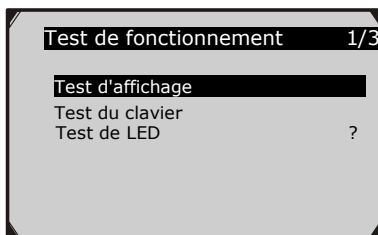

Figure 3.9
- 2) Sélectionnez **Test d'affichage** du menu **Test de fonctionnement** et appuyez sur le bouton **OK** pour démarrer le test. (Figure 3.9)